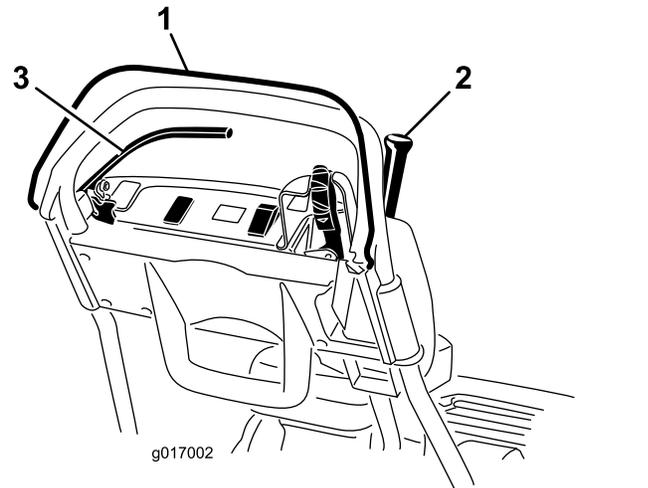

Figura 27
3. Con el CPO quitado, intente engranar la palanca de tracción (Figura 27). La palanca de tracción no debe engranarse. Si la palanca de tracción se engrana, es necesario ajustar el sistema de interruptores de seguridad. Corrija el problema antes de usar la máquina; consulte Mantenimiento del interruptor de seguridad de la tracción (página 37).
4. Con el CPO apretado y la palanca de tracción engranada, suelte el CPO (Figura 27). La palanca de tracción debe desengranarse. Si la palanca de tracción no se desengrana, es necesario ajustar el sistema de interruptores de seguridad. Corrija el problema antes de usar la máquina. Consulte Mantenimiento del interruptor de seguridad de la tracción (página 37).
5. Con el CPO apretado y la palanca de cambios hacia la izquierda, engrane la tracción y el molinete, y suelte el CPO (Figura 27). La palanca de tracción debe desengranarse. Si la palanca de tracción no se desengrana, es necesario ajustar el sistema de interruptores de seguridad. Corrija el problema antes de usar la máquina; consulte Mantenimiento del interruptor de seguridad de la tracción (página 37) o Ajuste del control del molinete (página 40).
2. Apriete el CPO y engrane la palanca de tracción (Figura 27)